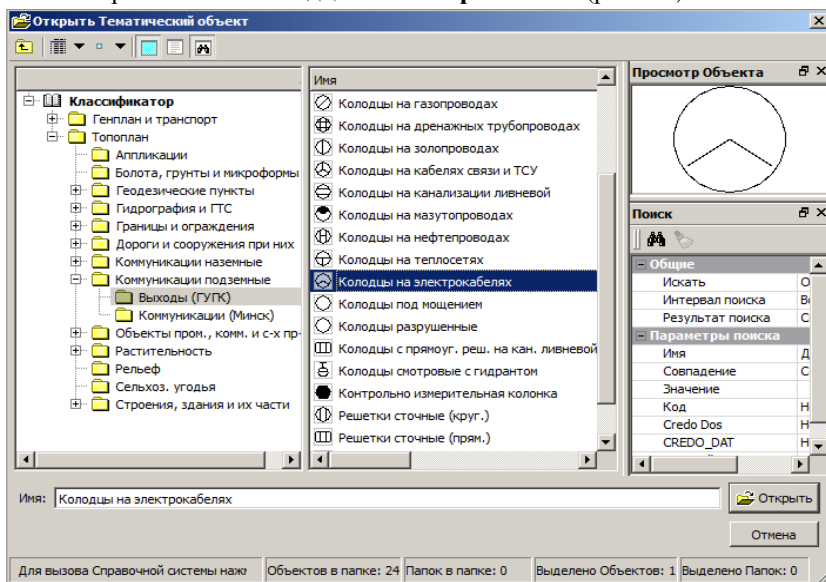

Рис. 8.3
4. В открывшемся диалоговом окне **Открыть Тематический объект** выберите объект **Колодцы на электрокабелях** (рис. 8.3).